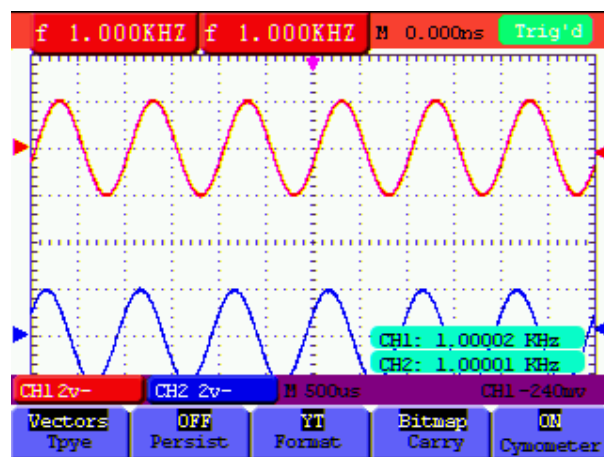

Abb. 38: Anzeige des Frequenzzählers
2. Drücken Sie die **MENU ▲** oder **MENU ▼** Taste, um DISP SET (Display-Einstellungen) auszuwählen. Es werden fünf (5) auswählbare Optionen im unteren Bildschirmbereich angezeigt.
3. Benutzen Sie die **F5** Taste, um **ON** auszuwählen. Siehe Abbildung 38: